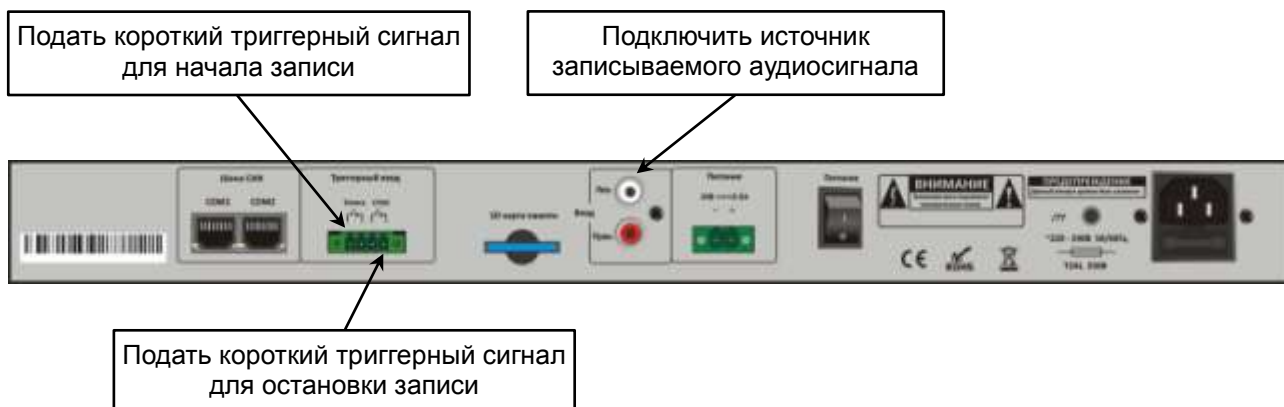

Рис. 4.1. Порядок управления блоком записи сообщений LPA-EVA-RC
1. В разъем входа записи подключить источник записываемого аудиосигнала (см. Рис. 4.1).